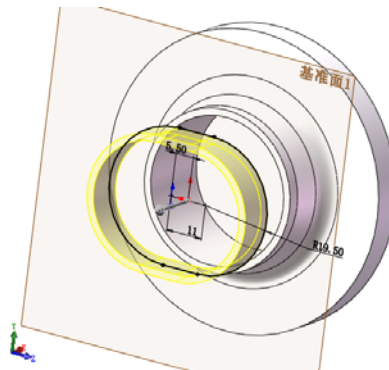

图 7-32 生成法兰盘根部特征
(4) 拉伸实体。单击“特征”工具栏中的 (拉伸凸台/基体) 按钮, 或选择菜单栏中的“插入”→“凸台/基体”→“拉伸”命令, 弹出“凸台-拉伸”属性管理器。
(5) 设置拉伸方向和深度。单击 (反向) 按钮, 使根部向外拉伸, 指定拉伸类型为“单向”, 在 (深度) 文本框中设置拉伸深度为 12 mm。
(6) 生成接口根部特征。勾选“薄壁特征”复选框, 在“薄壁特征”面板中单击 (反向) 按钮, 使薄壁的拉伸方向指向轮廓内部, 选择拉伸类型为“单向”, 在 (厚度) 文本框中输入“2”, 其他选项设置如图 7-32 所示, 单击 (确定) 按钮, 生成接口根部特征。